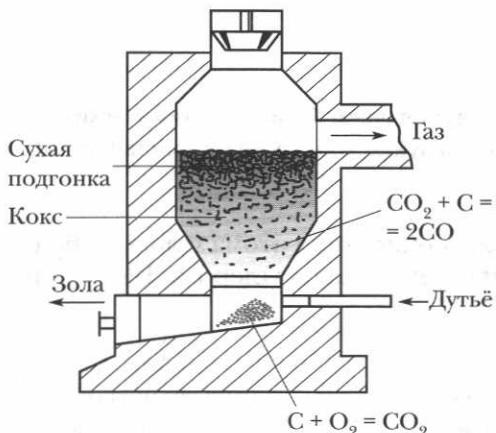

Рис. 50. Схема газогенератора
■ Оксид углерода (II) в промышленности получают в специальных газогенераторах (рис. 50). Рассмотрим наиболее распространенный газогенератор шахтного типа. В газогенератор загружают твердое топливо (кокс), снизу подается дутьё: